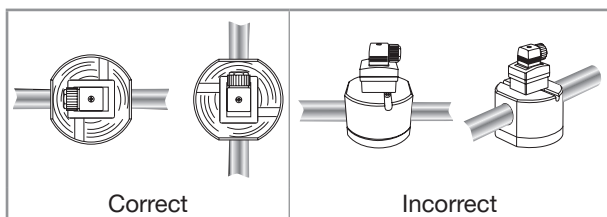

Fig. 3 : L'axe des roues ovales doit être horizontal
- les axes des roues ovales se trouvent dans le plan horizontal, comme l'indique la Fig. 3.